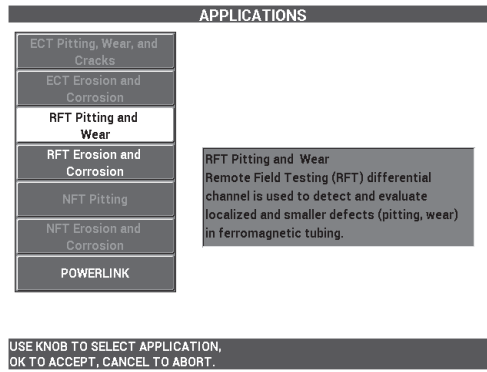

Figura 5-192 Aplicação para corrosão e desgaste com teste de campo remoto (RFT)
2. Selecione **CONTINUE** (pressione a tecla A) para abrir o menu de seleção de aplicação e, em seguida, use o botão para selecionar **Corrosão e desgaste com teste de correntes parasitas** e, então, pressione  para aceitar (veja Figura 5-192 na página 269).